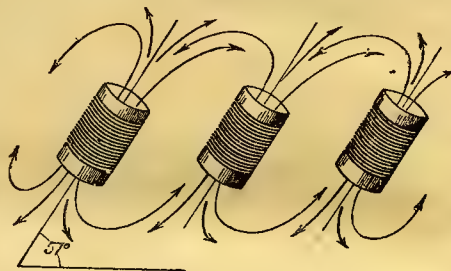

Рис. 10. Наилучший способ монтировки нескольких трансформаторов.
8) при трех трансформаторах очень удобно устанавливать их по методу Газельтипа под углом около 60 градусов к основанию приемников. Такое расположение, изображенное на рис. 10, удовлетворяет некоторым из перечисленных выше требований, дает возможность удобного монтажа и в некоторой степени заменяет экранирование (противодействует воздействию нежелательных колебаний непосредственно на обмотки всех трансформаторов).